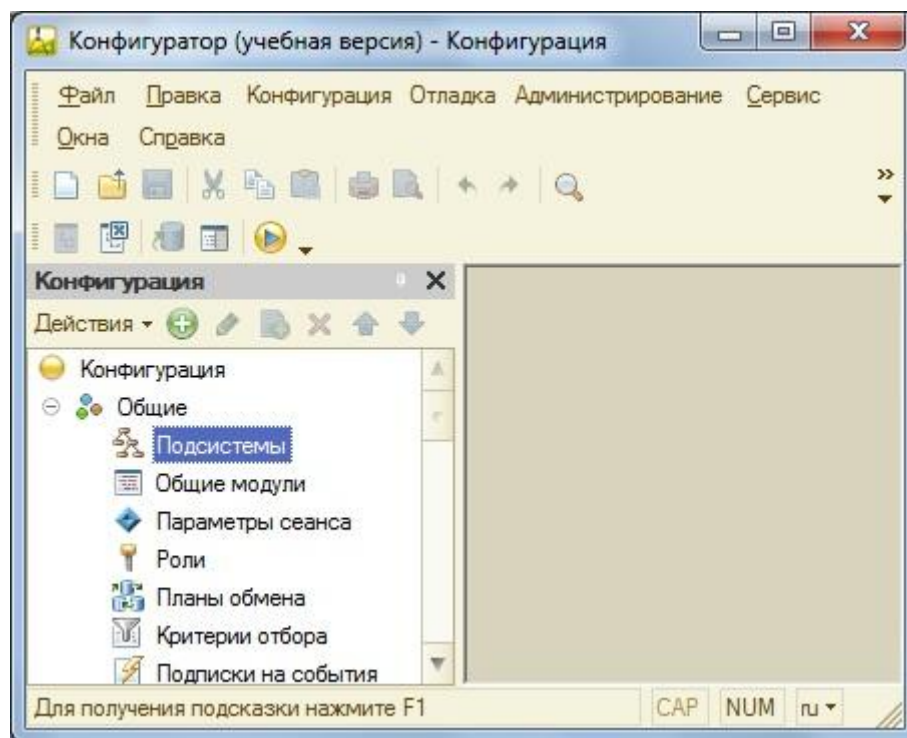

Рисунок 14 Дерево конфигурации
- Выберите пункт «**Подсистемы**» (рис. 14).